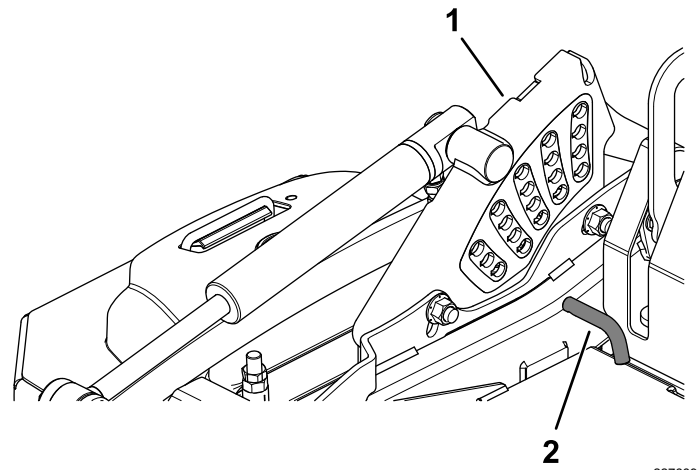

Figura 25
- Rode o pino de altura de corte até que o pino fique alinhado com as ranhuras nos orifícios no suporte da altura de corte e remova-o (Figura 25).
- Insira o pino da altura de corte no furo correspondente da altura de corte pretendida (Figura 25).
Consulte o autocolante junto da placa de elevação da plataforma para obter as alturas de corte (Figura 25).